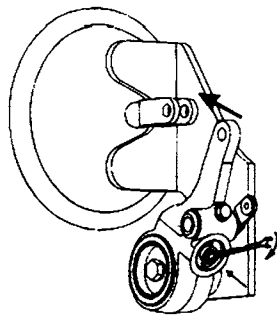

Рис. 6-17.
3. Утопить фиксатор внутрь регулятора до упора, нажав, на его торец пальцем. Удерживая фиксатор в утопленном положении, вращать его ключом (S=10) по часовой стрелке до совмещения отверстий корпуса регулятора и вилки тормозной камеры (рис. 6-17.).